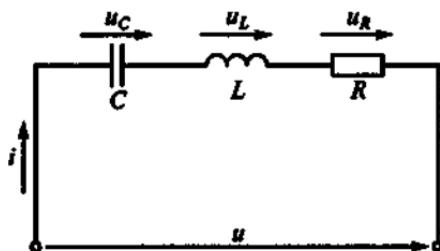

Рис. 115
3.77. Каковы действующее значение тока и действующие значения напряжений на отдельных участках электрической цепи, приведенной на рис. 115, если напряжение $u = 400 + 282\sin \omega t$, при частоте ω сопротивление $x_C = x_L = 60 \Omega$, а $R = 40 \Omega$? (Указать неправильный ответ.)
3.78.Р. Каковы действующие значения тока первой гармоники I_1 , тока третьей гармоники I_3 , полного тока I и полного напряжения U_R в цепи на рис. 115, если напряжение $u = \sqrt{2} \cdot 400 \sin(\omega t + \psi_1) + \sqrt{2} \cdot 180 \sin(3\omega t + \psi_2)$, при частоте 3ω сопротивление $x_{C3} = x_{L3} = 30 \Omega$, а $R = 60 \Omega$? (Указать неправильный ответ.)